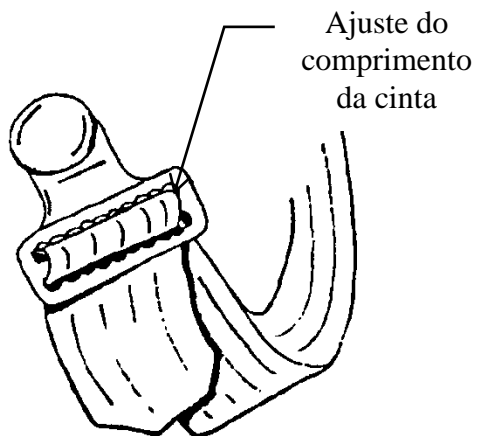

FIGURA 20
- Deposite o equipamento AirShirz® sobre a superfície de trabalho e regule o comprimento da cinta na fivela, até que a cinta fique bem arrumada com pouca ou nenhuma folga e com, no máximo, uma pressão bem leve sobre o dorso da sua mão. (Consulte a **Figura 20**.)